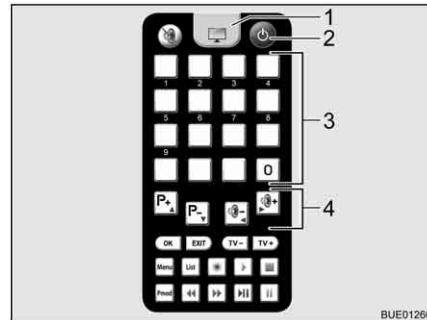

Bild 35 Fernbedienung Fernsehgerät
- Auf der Fernbedienung für das Fernsehgerät Taste "P" (Bild 35,2) drücken. Die Anlage geht in den Suchmodus. Ein Dauerton ertönt.
- Zum Umschalten auf Fernsehempfang auf der Fernbedienung für das Fernsehgerät die Fernsehtaste (Bild 35,1) drücken. Der Signalton endet. Ein Bild erscheint auf dem Bildschirm.
- Über die Speichertasten (Bild 35,3) auf der Fernbedienung für das Fernsehgerät oder über die Funktionstasten (Bild 35,4) den gewünschten Sender wählen.